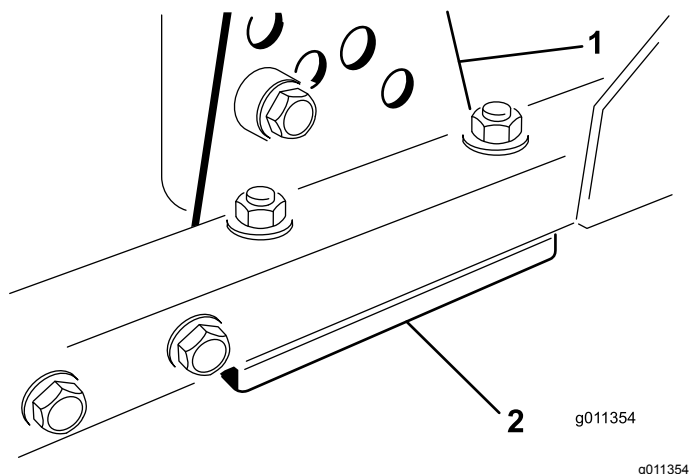

Figura 58
1. Retire o suporte da altura de corte, (frente, esquerda ou direita) da estrutura da plataforma (Figura 58).
2. Ajuste os calços de 1,5 mm e/ou de 0,7 mm entre a estrutura da plataforma e o suporte para obter a definição de altura pretendida (Figura 58).